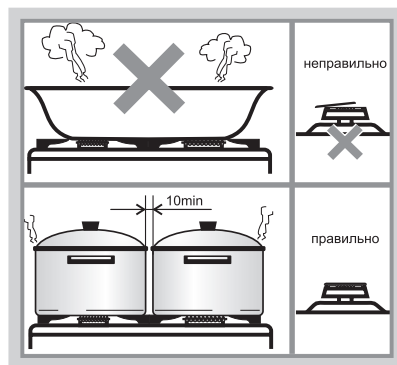

Рис.17
- Размеры посуды (см. табл. 5 и рис.17) и режим работы горелок нужно выбирать таким образом, чтобы пламя не выходило за края и не «лизало» боковые стенки.